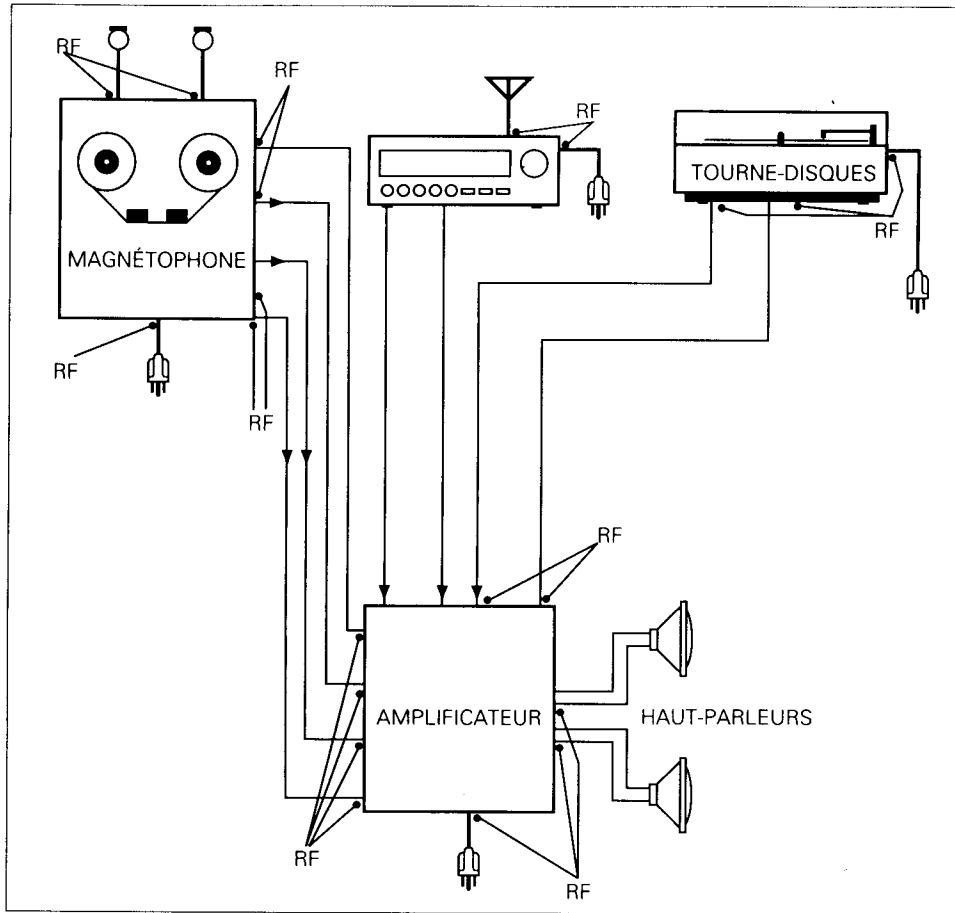

Figure 1.1 Points d'entrée potentiels du brouillage radio dans une chaîne stéréophonique
1. Débrancher tous les accessoires, par exemple, les haut-parleurs extérieurs, le tourne-disques, les câbles de chaînes stéréo et les câbles de moteurs (voir la figure 1.1). Si le brouillage disparaît, rebrancher les câbles un à un jusqu'à ce que le brouillage réapparaisse, de manière à isoler l'accessoire à l'origine du brouillage. Le découplage de cet accessoire au moyen d'un condensateur de  $0,001 \mu\text{F}$  monté aux bornes de l'appareil, ou entre celui-ci et la masse, supprimera généralement le brouillage. Les fils du condensateur doivent être aussi courts que possible et sa tension nominale doit être d'au moins 1 kV.